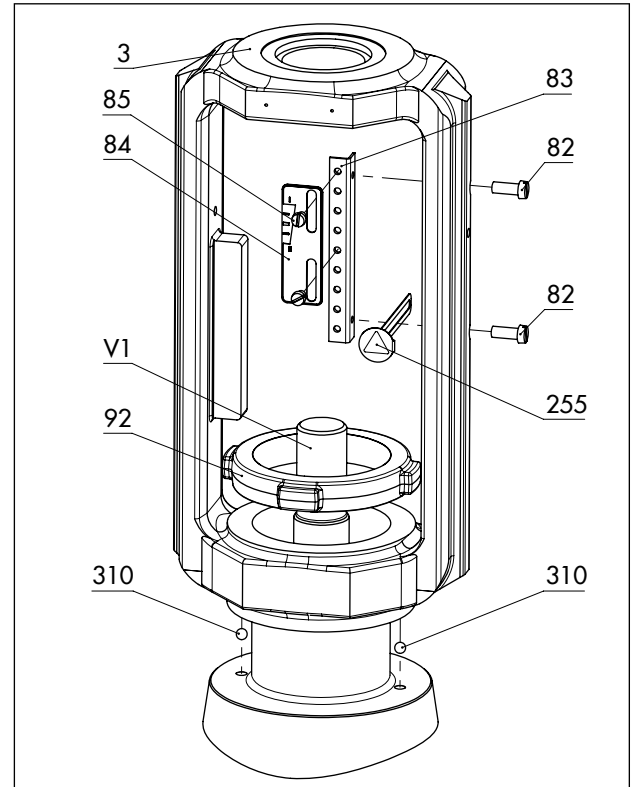
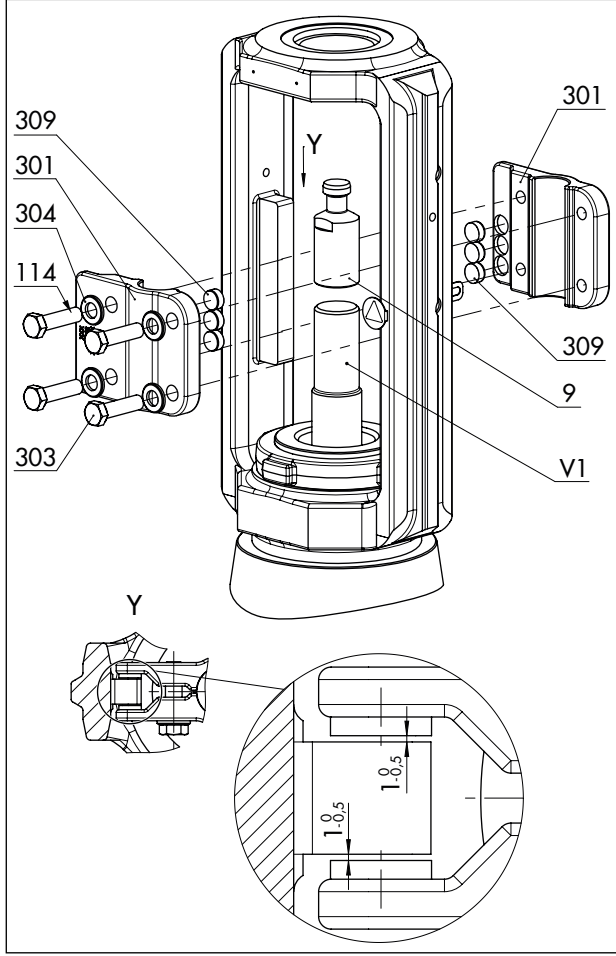

Fig. 20: Standart versiyonda strok göstergesi ölçeği ile yoke kurulumuna genel bakış
Fig. 21: Standart versiyonda anti-rotasyon fikstürü kurulumuna genel bakış
Bkz. Fig. 20 ve Fig. 21
- Kayar contalar ile her iki taraftaki yoke üzerindeki temas yüzeyleri arasında 0,5 ila 1 mm nominal boşluk vardır (Fig. 21'deki Y'nin detaylı görünümüne bakınız).